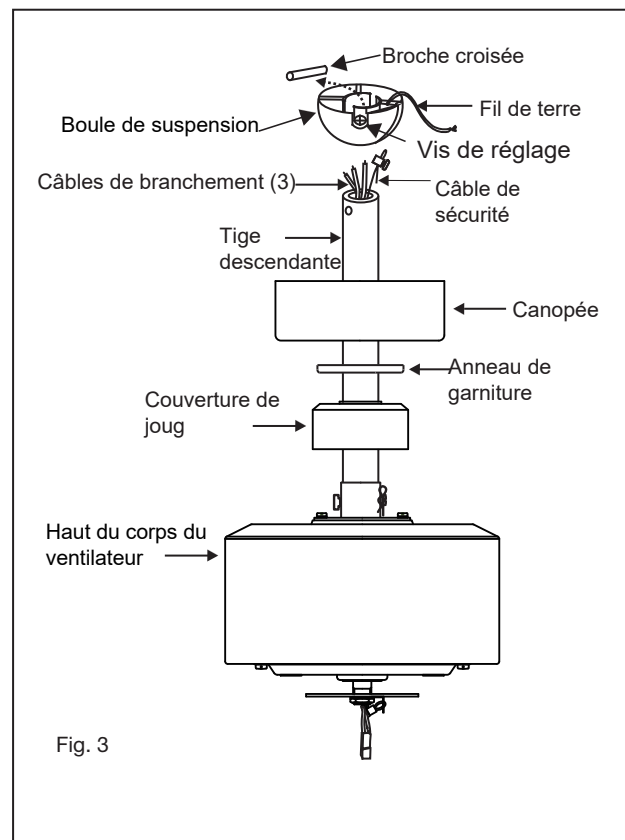

Fig. 3
- 3 Fixez le support de suspension à la plaque de support de suspension à l'aide des deux écrous hexagonaux et des rondelles fournis, assurez-vous que les écrous sont bien serrés. (Fig. 3)
- 1 Glissez le couvercle de joug, la bague de garniture et la verrière sur la tige de descente. (Fig. 3)
- 1 Retirez l'une des trois vis de la plaque d'adaptation située sur le moteur du ventilateur. Desserrez les 2 autres vis. (Ne pas retirer) (Fig.3)
- 2 Tout en maintenant l'assemblage LED sous votre ventilateur, effectuez les connexions de la fiche polarisée: (Fig.3)